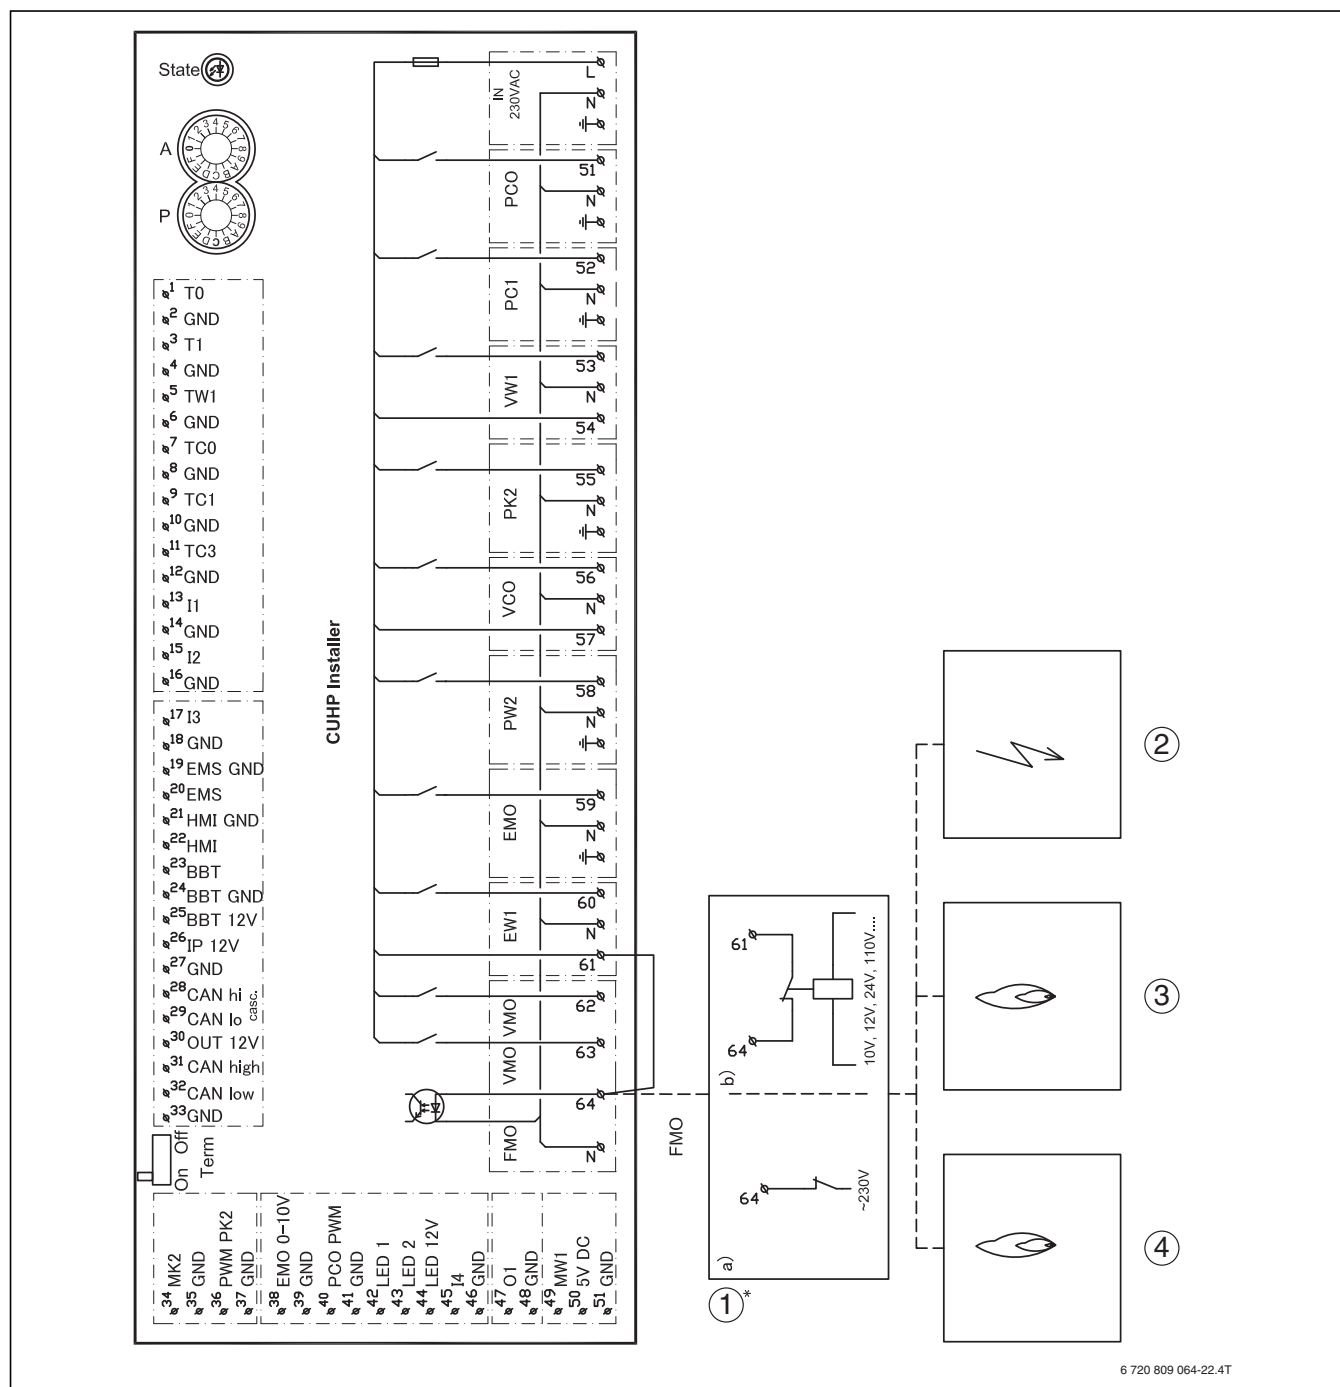

Рис. 25 Электрическая схема монтажного модуля, аварийный сигнал котла
Подключите для котла аварийный сигнал (если имеется) на монтажном модуле внутреннего блока к клемме FMO (электросхема → рис. 25).
Если на котле нет выхода аварийного сигнала 230 В, то подключите FMO согласно варианту [1b] (электросхема → рис. 25).
- [\*\*] См. рис. 25